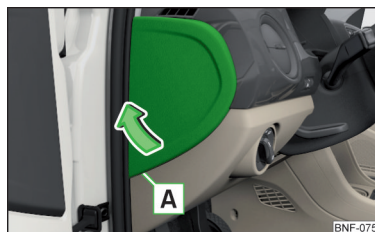

Fig. 169
- Introducir un destornillador plano por el rebaje **A** en la cubierta » fig. 169.